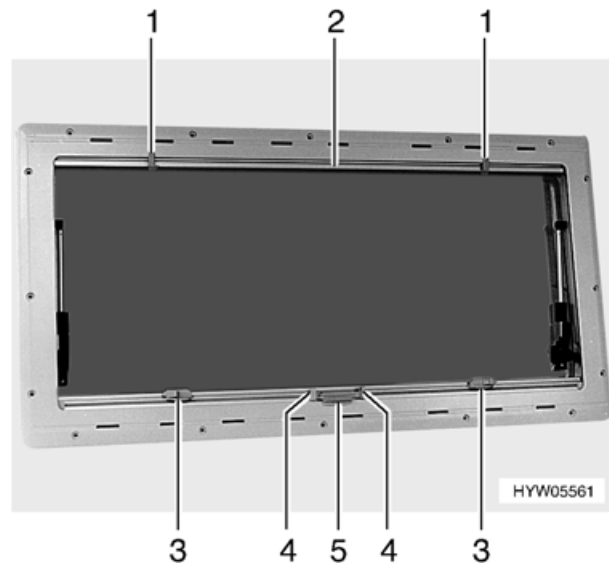

Bild 29 Ausstellfenster
- Griff (Bild 29,4) zusammendrücken, das Verdunklungsrollo (Bild 29,5) von unten nach oben ziehen und auf der gewünschten Höhe loslassen. Das Verdunklungsrollo bleibt in dieser Höhe stehen.
- Griff (Bild 29,4) zusammendrücken. Die Arretierung wird gelöst.
- Insektenschutzrollo (Bild 29,2) in der Mitte der Griffleiste fassen und nach unten ziehen, bis es am Verdunklungsrollo (Bild 29,5) anstößt und die Verschlussriegel (Bild 29,1) in die Verriegelung (Bild 29,3) einrasten.
- Beide Verschlussriegel (Bild 29,1) gleichzeitig lösen.